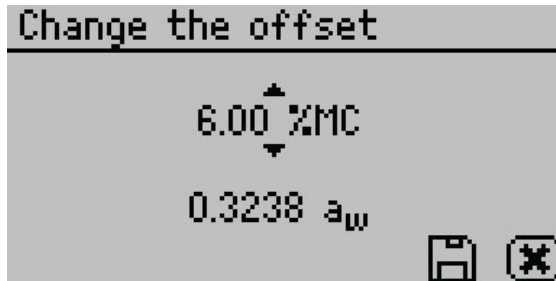

Figure 20 : Điều chỉnh giá trị độ ẩm cho đến khi nó khớp với giá trị độ ẩm trung bình thu được từ phương pháp tham chiếu
17. Sử dụng nút **UP** and **DOWN** để điều chỉnh giá trị độ ẩm cho đến khi nó khớp với giá trị độ ẩm trung bình thu được từ phương pháp tham chiếu trong step 5 (Figure 20).